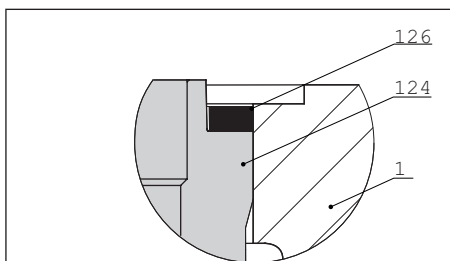

Рис.9-2: Прокладка (126)
1. Открутите гайки корпуса (14) в перекрёстной последовательности.
2. Поднимите раму (60), верхнюю часть (2) и плунжер со штоком (5) с корпуса (1).
5. Рассчитайте необходимое количество прокладок (126), как описано в разделе 9.4.5. Вставьте новые прокладки (126) в паз фиксатора седла (124), см. Рис.9-2).